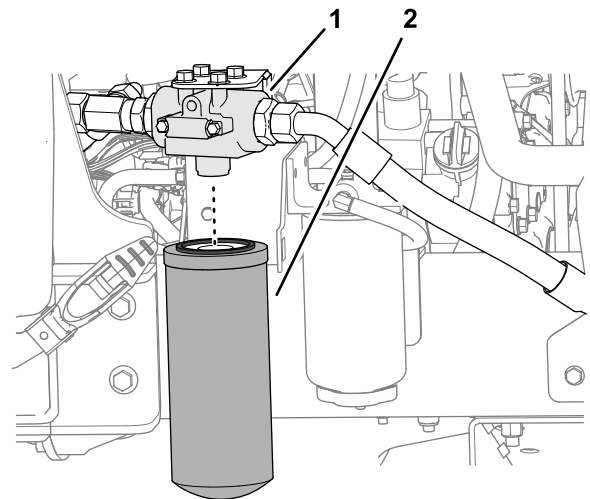

Figure 74
3. Sur le côté gauche de la machine, nettoyez la surface autour de la tête du filtre et placez un bac de vidange sous le filtre (Figure 74).
4. Déposez le filtre de retour (Figure 74).
6. Montez le filtre sur la tête de filtre et serrez-le à la main jusqu'à ce que le joint touche la surface de montage, puis serrez-le encore d'un demi-tour (Figure 74).